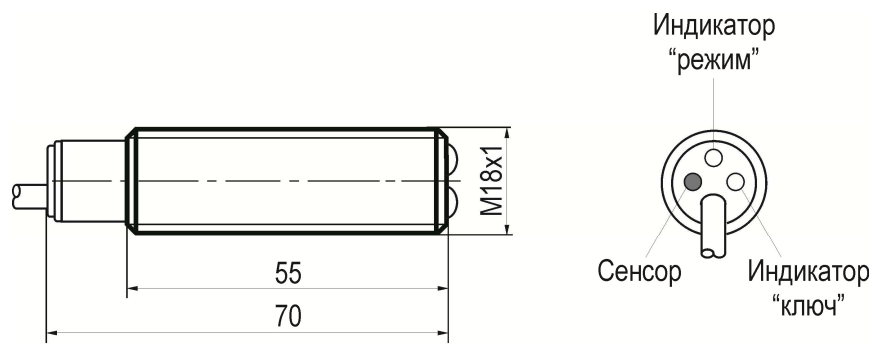

Рисунок 1 - Габаритный чертёж
Органы управления и индикации расположены на торцевой поверхности датчика со стороны кабеля (рисунок 1).
- Процесс настройки датчика производится с помощью сенсора, представляющего собой круглую металлическую площадку диаметром 1,5 мм, которая расположена на торцевой стороне датчика со стороны кабеля (рис.1).